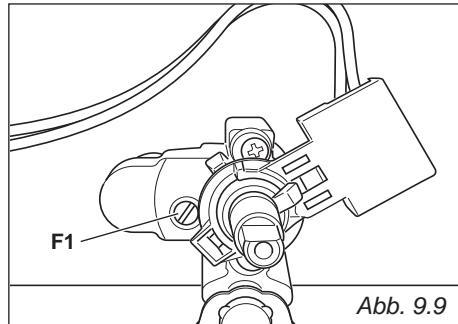

Abb. 9.9
- Mit einem dünnen Schraubenzieher die Schraube "F2" drehen bis die richtige Einstellung erreicht worden ist (Abb. 9.9).